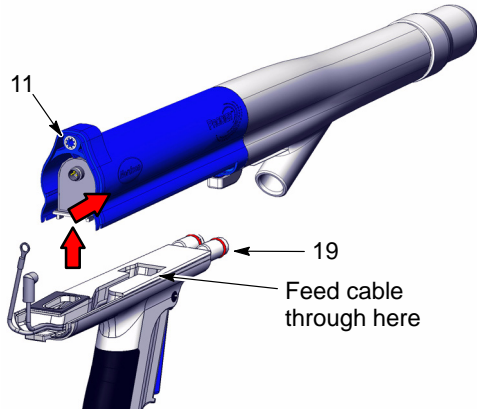

Fig. 20 Enlèvement du capuchon terminal
6. Voir la figure 20. Retirer la vis du capuchon (17) et le capuchon terminal (16) du corps du pistolet.
7. Voir la figure 20. Monter le capuchon terminal sur le corps du pistolet avec la vis.